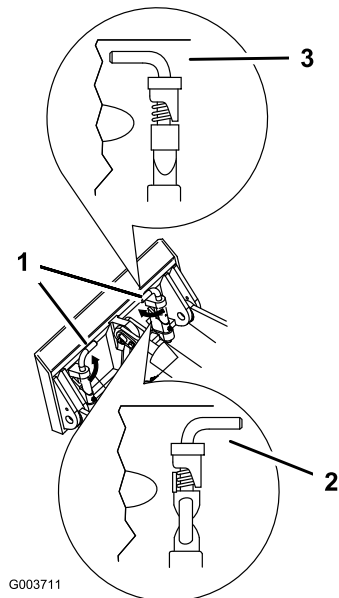

Bild 19
7. Lassen die Schnellbefestigungsstifte eingreifen und stellen Sie sicher, dass sie vollständig in der Montageplatte sitzen (Bild 19).